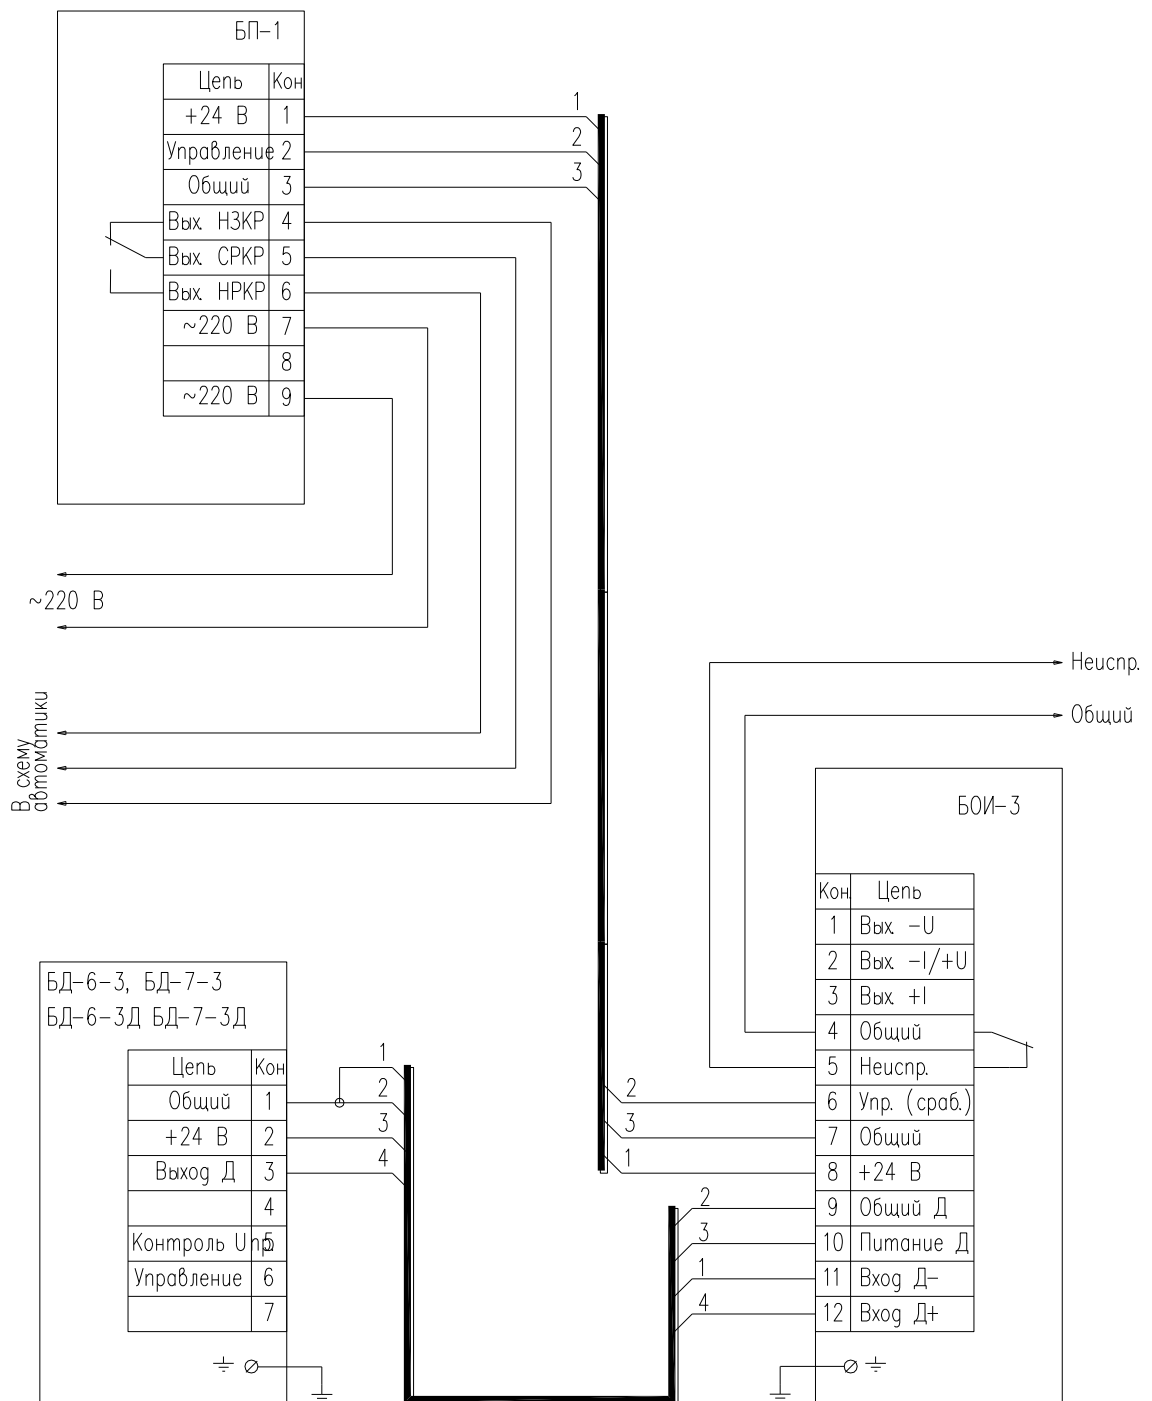

Рис.7. Схема соединения БД-6-3, БД-6-3Д, БД-7-3, БД-7-3Д с БОИ-3 и БП-2 (модификации БПУ-1КМ-26, БПУ-1КМ-27, БПУ-1КМ-28, БПУ-1КМ-29).
5.1.3. Соедините кабели между блоком детектирования, блоком обработки информации и блоком питания в соответствии со схемой соединения для соответствующих модификаций (рис.7, 8), при этом расстояние между блоком детектирования и блоком обработки информации должен быть не более 500м.